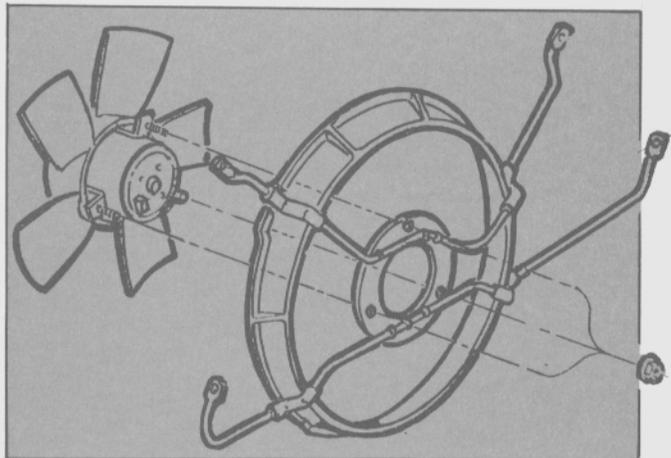

Fig. 32 - Desmontaje del electroventilador del deflector.
- Si fuese necesario desmontar el electroventilador del deflector, se retirarán las tres tuercas que los vinculan entre sí (Fig. 32).